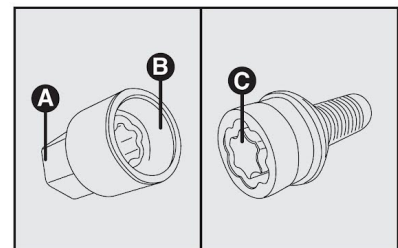

fig. 4
- Retirar da bolsa de ferramentas a chave soquete (ou em local opcional no veículo) **fig. 4**, que destrava o mecanismo antifurto.
- O destravamento da roda deve ser realizado encaixando a extremidade **B** da chave soquete **fig. 4** no encaixe **C** do parafuso especial de retenção da roda. Na extremidade **A** deve ser encaixada a chave de roda fornecida com o veículo.